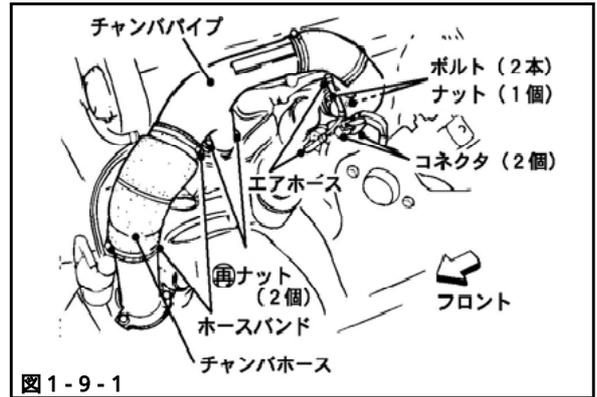

図1-9-1
- (1) エアホース(2本)を取外してください。(図1-9-1)
- (2) コネクタ(2個)を外してください。
- (3) ホースバンドをゆるめ、チャンバホースを取外してください。(図1-9-1)
- (4) ボルト(2本), ナット(3個)を外し、チャンバパイプを取外してください。(図1-9-1)